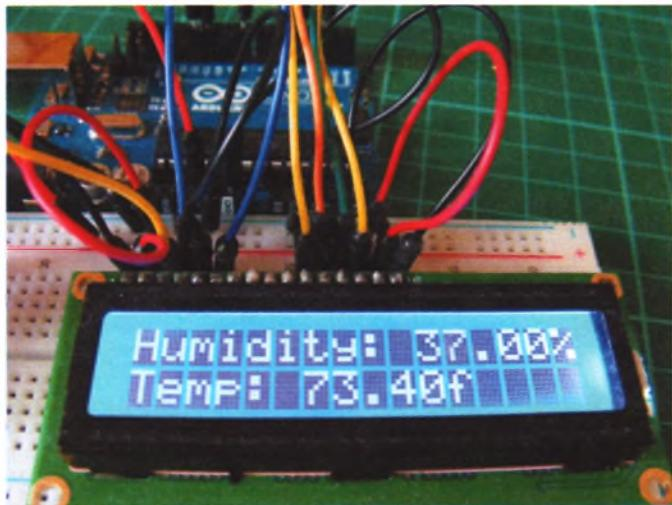

РИСУНОК 13.2
- Установите ЖК-дисплей на макетную плату и подключите его контакты к Arduino, как показано в следующей таблице и на рис. 13.2. Шины заземления и питания 5 В будут содержать несколько подключений.